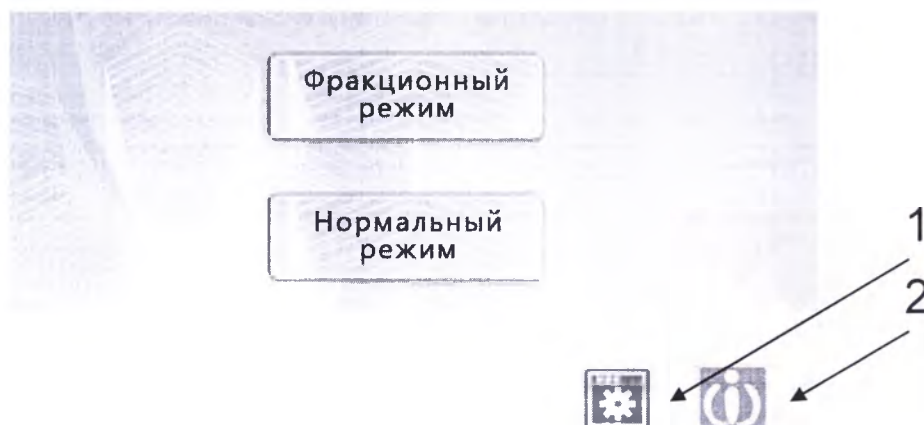

Рисунок 6 - Вид экрана дисплея в состоянии выбора режимов
2.3.3.3 Касанием тактильного экрана перевести аппарат в состояние выбора режимов (см. рисунок 6). Последовательным нажатием соответствующих кнопок, выбрать необходимый для работы режим (см п.2.3.2).